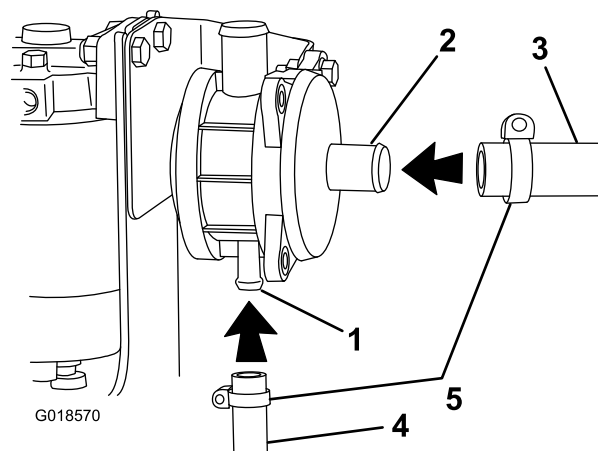

Figura 4
1. Conecte la manguera de retorno de aceite (manguera de diámetro menor) al acoplamiento del respiradero (Figura 4).
2. Conecte la manguera del respiradero (de mayor diámetro) al acoplamiento del respiradero, según se muestra en Figura 4.